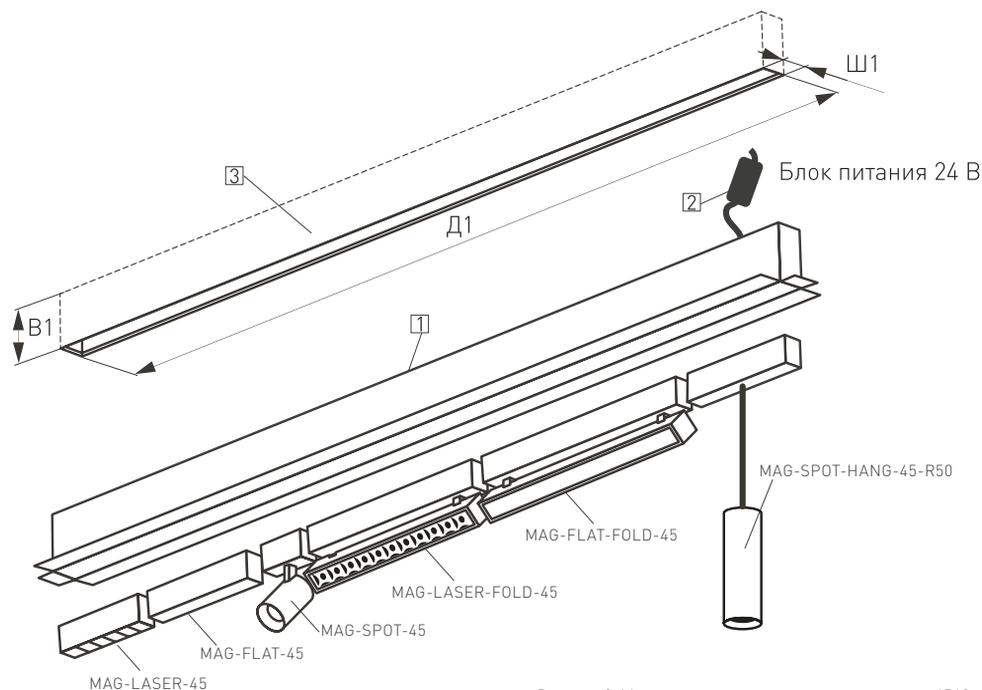

Рисунок 2. Монтаж магнитного шинпровода серии 4560.
1. Подготовьте в монтажной поверхности нишу [3] по размерам, указанным в таблице 2.1 (здесь и далее см. рисунок 2).